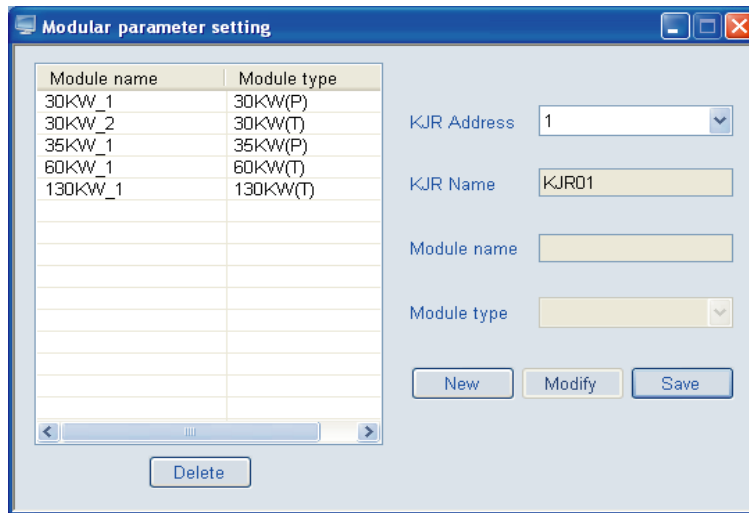

Рис. 4-25
② Нажмите на кнопку “Module parameter setting” («Настройка параметров модуля»), после чего на экране открывается окно для добавления подключенной к проводному пульту управления модульной группы в список, как показано на Рис.4-25.